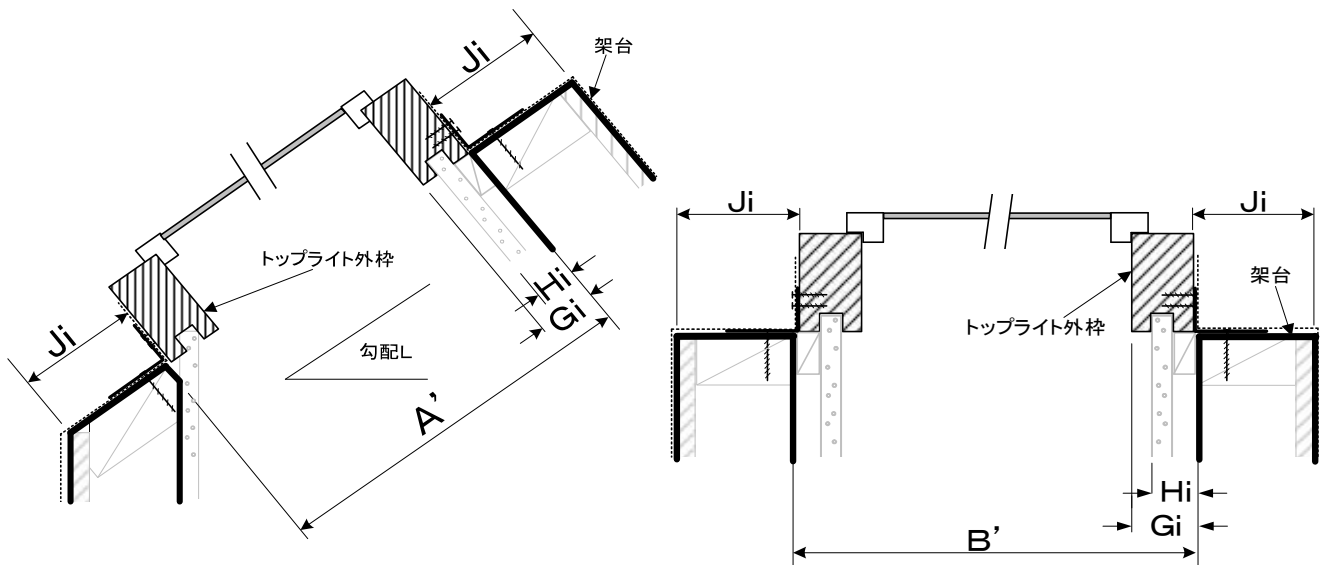

図5-トップライトと架台との取り合い
- ・架台開口寸法A'、B'(図5)は、架台のトップライト設置部分の開口内のり寸法とし、表2に規定する寸法とする。
内装パネル内面は架台の内側にあるものとし、図5に示す架台開口内面から